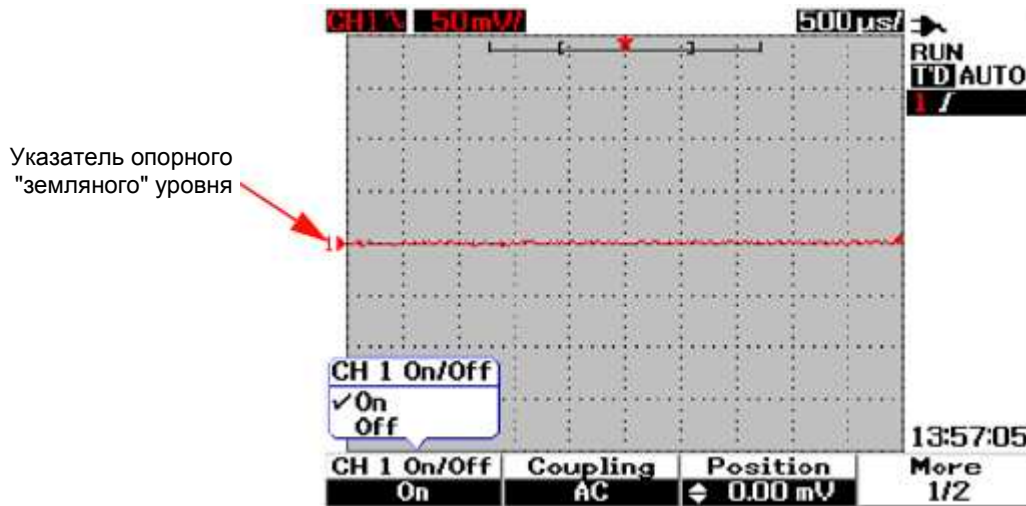

Рис. 3-2 Выбор варианта On или Off для включения или выключения отображения осциллограмм
3. Субменю для обоих каналов одинаковы. На рис. 3-2 на следующей странице показано характерное субменю для канала 1. Чтобы задействовать вывод на экран осциллограммы в канале 1, нажмите функциональную клавишу F1. Появляется всплывающее меню.